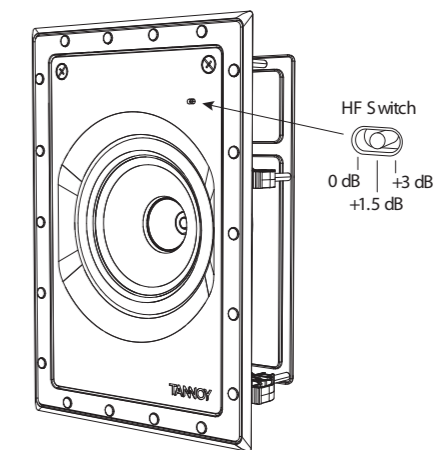

Fig. 14. HF Switch Positions
2. HF-omkopplaren har tre lägen, där 0 dB är platt. Justera efter behov för att passa rumsläget och de akustiska förhållandena (fig. 14). (Ej tillgängligt på QCI 6DC IW).